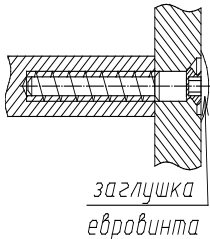
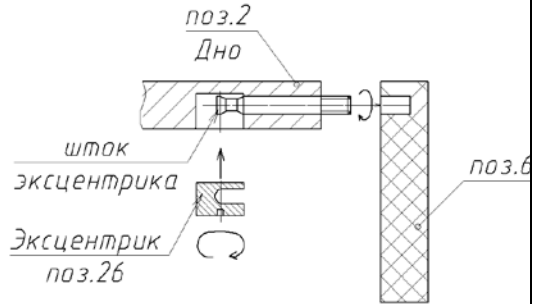
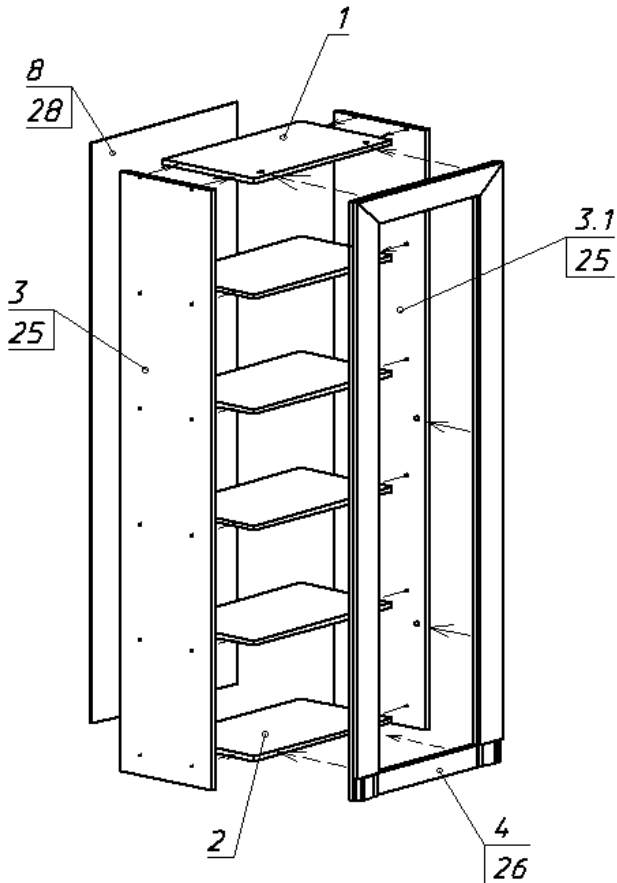

Рис.1
Рис.2
Рис. 3
1. Собрать каркас шкафа по схеме сборки (рис. 3) с помощью евровинтов (рис. 1) и стяжек эксцентриковых (рис.2), предварительно установив фурнитуру, пластмассовые опоры (поз.59).